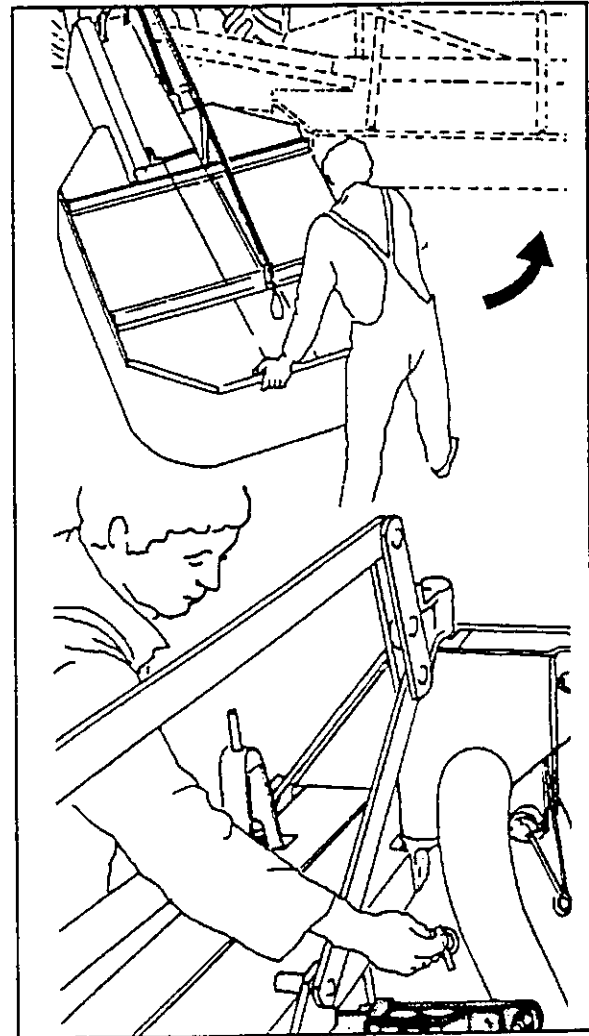

Fig. 4-12
1. Soltar el bloqueo de transporte tirando del lazo de la cuerda, agarrar la barra de corte en el lado exterior y girar (Fig. 4-12).
- Enganchar el tirante de trabajo, estando parado detrás de la segadora rotativa y fijarlo con la clavija de resorte (Fig. 4-12).